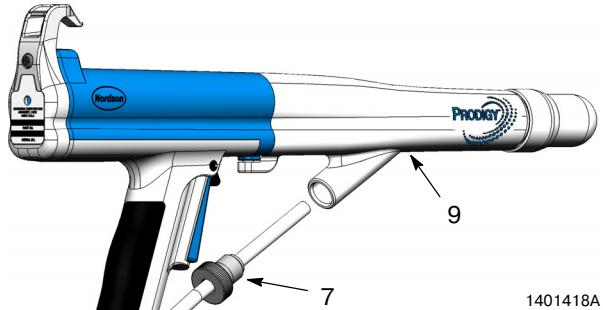

Рис. 1 Отсоединение порошкового шланга
- См. рис. 1. Вывернуть фиксирующую втулку (7) и вынуть порошковый шланг из переходника (9).
- См. рис. 1. Вставить порошковый шланг в переходник до конца. Плотно ввернуть фиксирующую втулку в переходник, чтобы закрепить шланг.